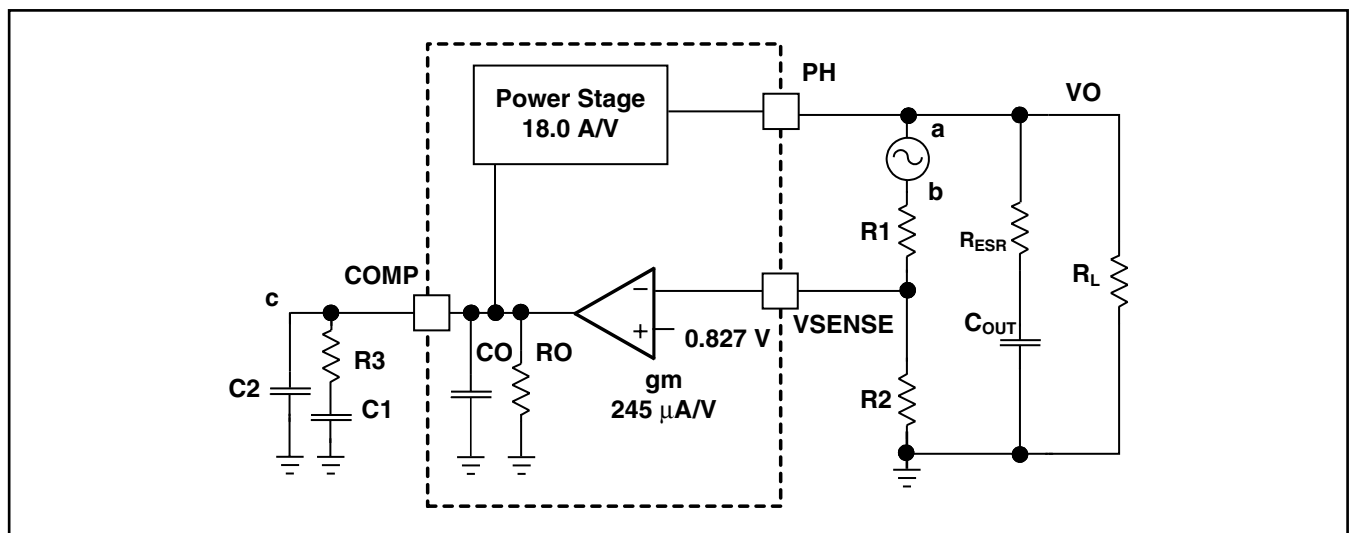
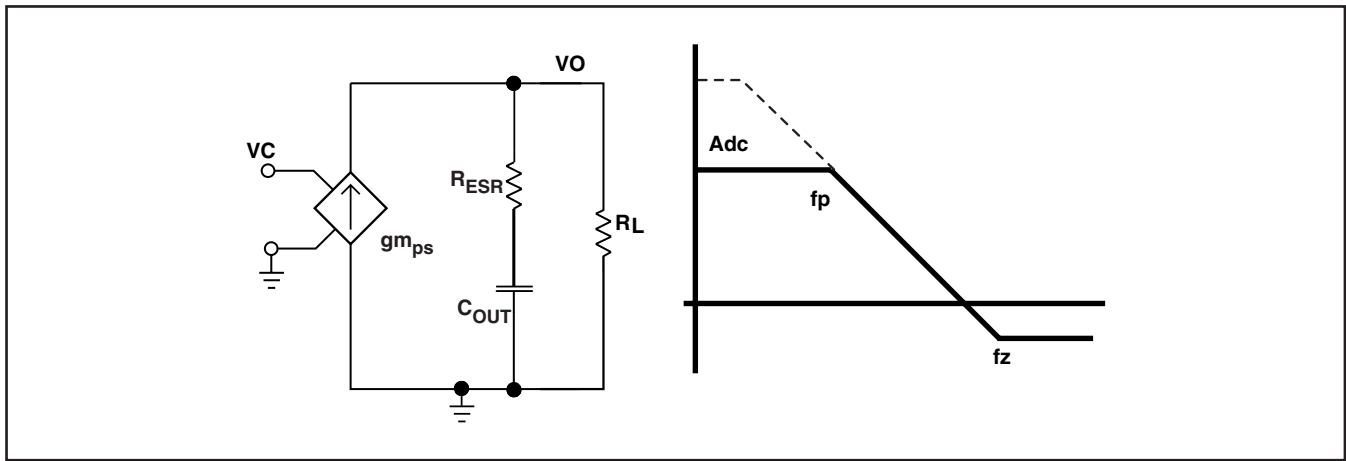

図 32. ループ応答の小信号モデル
図 33. ピーク電流モード制御の単純な小信号モデルおよび周波数応答
図32に、周波数応答と動的負荷応答をチェックするために回路シミュレーション・プログラムでモデル化できる、TPS54319制御ループの等価モデルを示します。誤差増幅器は、 g_m が245 $\mu\text{A}/\text{V}$ のトランスコンダクタンス・アンプです。この誤差増幅器は、理想的な電圧制御電流源を使用してモデル化できます。抵抗 R_o およびコンデンサ C_o により、増幅器の開ループ・ゲインと周波数応答がモデル化されます。ノードaとbの間の1mVのAC電圧源は、周波数応答測定のために制御ループを実質的に分断します。a/cのプロットにより、周波数補償の小信号応答が示されます。a/bのプロットは、ループ全体の小信号応答を示します。時間ドメイン分析で適切な負荷ステップ振幅およびステップ・レートを持つ電流源を、 R_L の代わりに使用すれば、動的ループ応答をチェックできます。
図32に、周波数補償の設計方法を理解するために使用できる、単純な小信号モデルを示します。TPS54319のパワー段は、出力コンデンサおよび負荷抵抗に電流を供給する電圧制御電流源 (デューティ・サイクル変調器) として近似できます。制御-出力間の伝達関数は式 (11) に示され、DCゲイン、1つの支配的な極、および1つのESRゼロで構成されます。スイッチ電流の変化とCOMPピン電圧 (図32のノードc) の変化との比が、パワー段のトランスコンダクタンスです。TPS54319の g_m は18.0A/Vです。パワー段周波数応答の低周波ゲインは、式 (12) に示すように、トランスコンダクタンスと負荷抵抗の積です。負荷電流が増加または減少すると、低周波ゲインはそれぞれ減少または増加します。この負荷に対する変化は一見問題となりそうですが、支配的な極は負荷電流とともに移動します (式 (13) を参照)。それらの組み合わせによる効果は、図33の右側に点線で示されています。負荷電流が減少すると、ゲインが増加して極周波数が低下するため、負荷状態の変化に対して0dBクロスオーバー周波数は一定に保たれ、周波数補償の設計が容易になります。